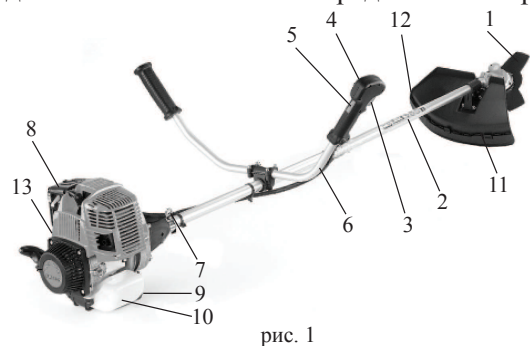

рис. 1
4.1 Общий вид бензокосы схематично представлен на рис. 1*